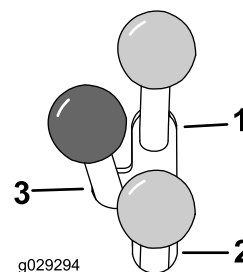

Figura 12
- Pentru a opera un dispozitiv de ataare hidraulic în direcția înainte, deplasați maneta pentru circuitul hidraulic auxiliar în față (Figura 12).
- Pentru a opera un dispozitiv de ataare hidraulic în direcția înapoi, deplasați maneta pentru circuitul hidraulic auxiliar în spate (Figura 12).
Notă: Dacă eliberați maneta în poziia ÎNAIȚE sau ÎNAPOI, maneta revine automat în poziia NEUTRĂ (Figura 12).